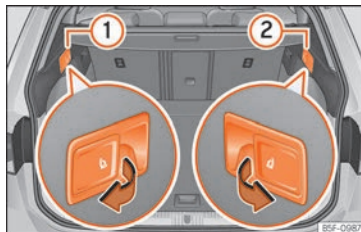

Fig. 164 En el maletero: palancas para desbloqueo a distancia de las partes izquierda ① y derecha ② del respaldo trasero.
- Tire de la palanca de desbloqueo a distancia de la parte izquierda » fig. 164 ① o de la parte derecha ② del respaldo en el sentido de la flecha. La parte desbloqueada del respaldo trasero se abate automáticamente hacia delante.